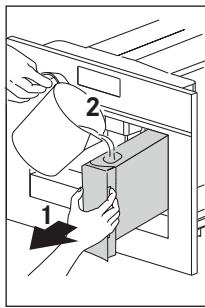
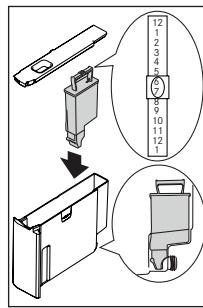

Fig. 11
Fig. 37
- ▶ Après 5 secondes, l'appareil affiche « FILL TANK » (REMPLEIR RÉSERVOIR). Sortez le réservoir d'eau (Fig. 11), rincez et remplissez avec de l'eau fraîche sans dépasser la ligne MAX. Remplacez et poussez aussi loin que possible. Un filtre adoucisseur d'eau peut être installé dans le réservoir (Fig. 37).